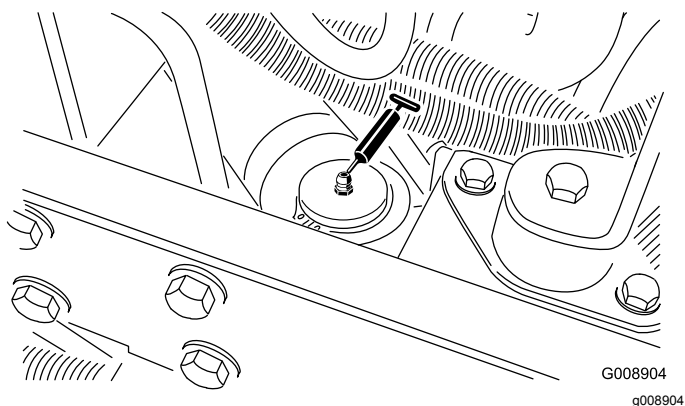

Рисунок 42
- Цилиндр рулевого механизма (Рисунок 42).